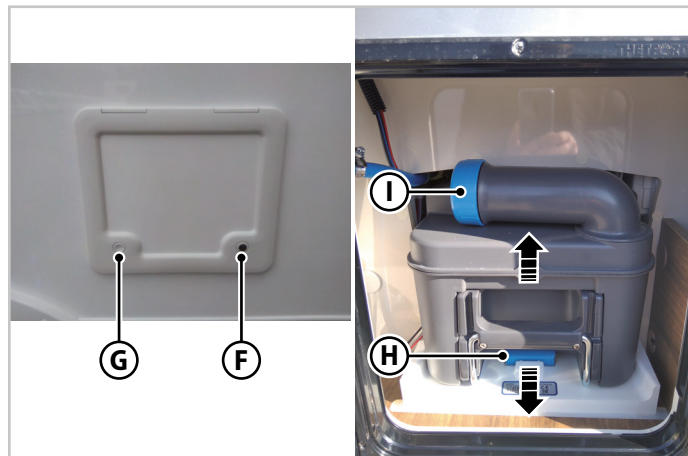

Fig.6.38 - Tömning av toalettciestern
2. Öppna låset med nyckeln (**F**-Fig.6.38), ta sedan bort nyckeln.
3. Tryck på knapparna **G** och **F** (Fig.6.38) och öppna dörren.
4. Tryck handtaget lätt uppåt (**H**-Fig.6.38) och ta bort tanken.
5. Ta bort locket (**I**-Fig.6.38) och tryck på avluftningsknappen för att tömma tanken.